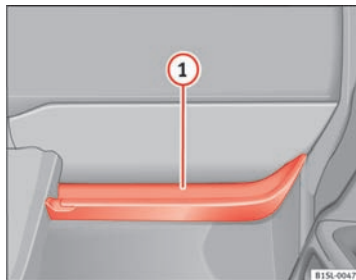

Fig. 74 Åbent opbevaringsrum i passagersiden
Der sidder en taskekrog ⇒ Fig. 74 ① på det åbne opbevaringsrum.